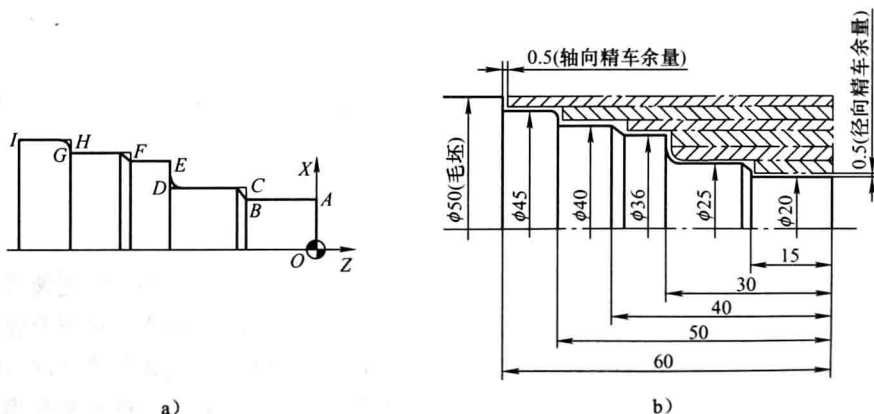

图 1-5 带圆角阶梯轴的编程
(1) 建立工件坐标系 如图 1-5 所示,对于卧式数控车床,工件原点通常设在工件的右端面中心上,编程、对刀比较方便。